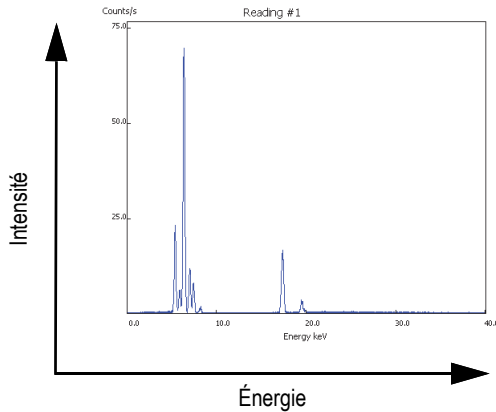

Figure C-2 Diagramme de spectre typique de la variation de l'énergie en fonction de l'intensité
Les spectres typiques de fluorescence X à dispersion d'énergie (EDXRF) se présentent sous forme de graphes mettant en correspondance l'énergie (E) et l'intensité (I) [voir Figure C-2 à la page 130].